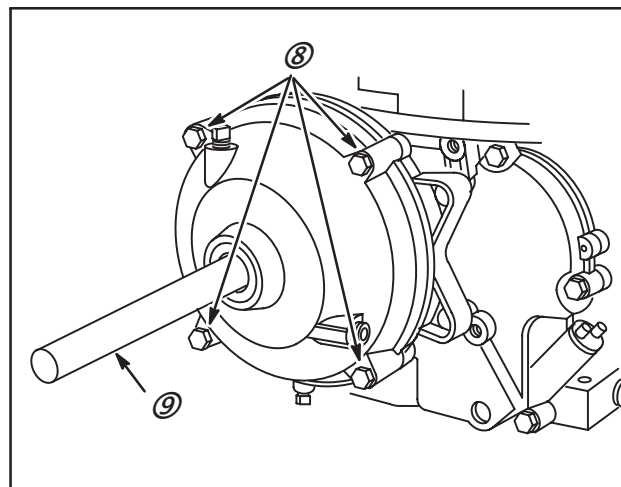

Fig. 38
- Serrer les vis du flasque (8) à un couple de 21 Nm, Fig. 38.